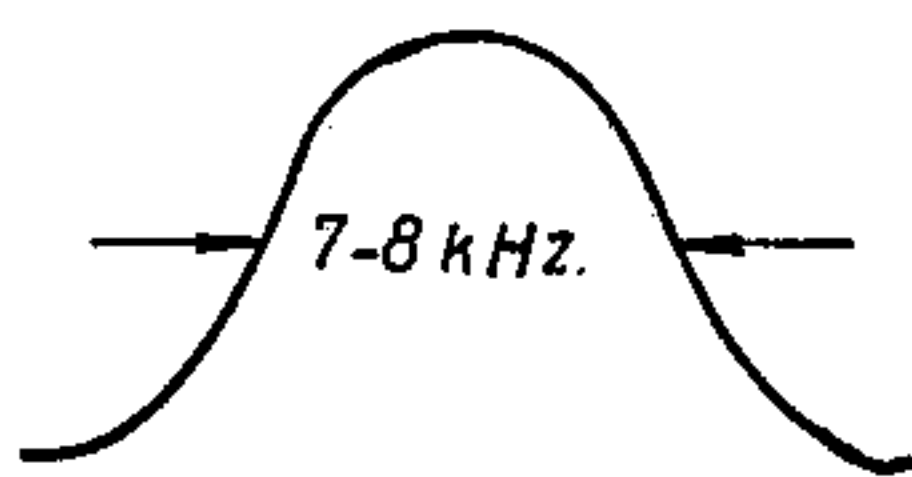

Fig. 9
a) Nu trimmes først 2 MF. Oscillator forbindes til Gitter af EBF 2, og der trimmes op til Maksimum og symmetrisk Kurveform. Bredden skal være 7—8 kHz (se Fig. 9).